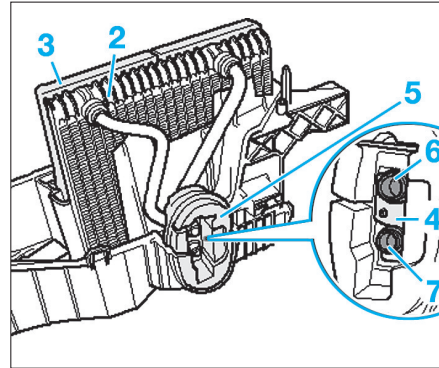

Fig. 12
- Déposer l'évaporateur (2) (Fig.12).
- Contrôler le joint (3) avant la remise en place de l'évaporateur (Fig.12).
- Poser le support (4) et le joint d'étanchéité (5) sur les tuyaux de raccord (6) et (7) de l'évaporateur.